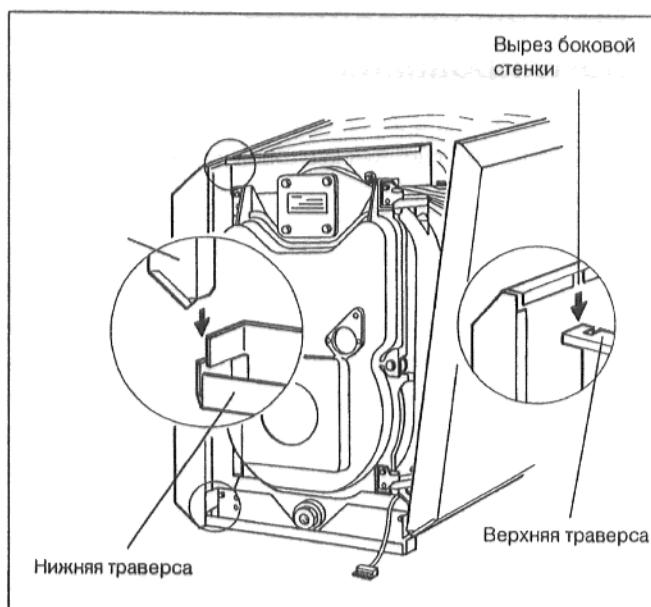

рис. 21
- Вставить боковую стенку спереди внизу между окантовками нижней траверсы (рис. 21), слегка приподнять и вставить вверху вырезами в верхнюю траверсу (рис. 21).